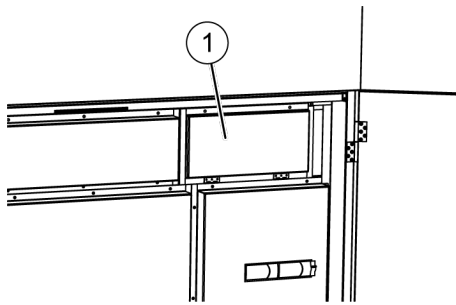

Abb. 108: Deckel schließen
- 10.** ➤ Deckel (Abb. 108/1) schließen und mit den 2 Befestigungsschrauben festschrauben.